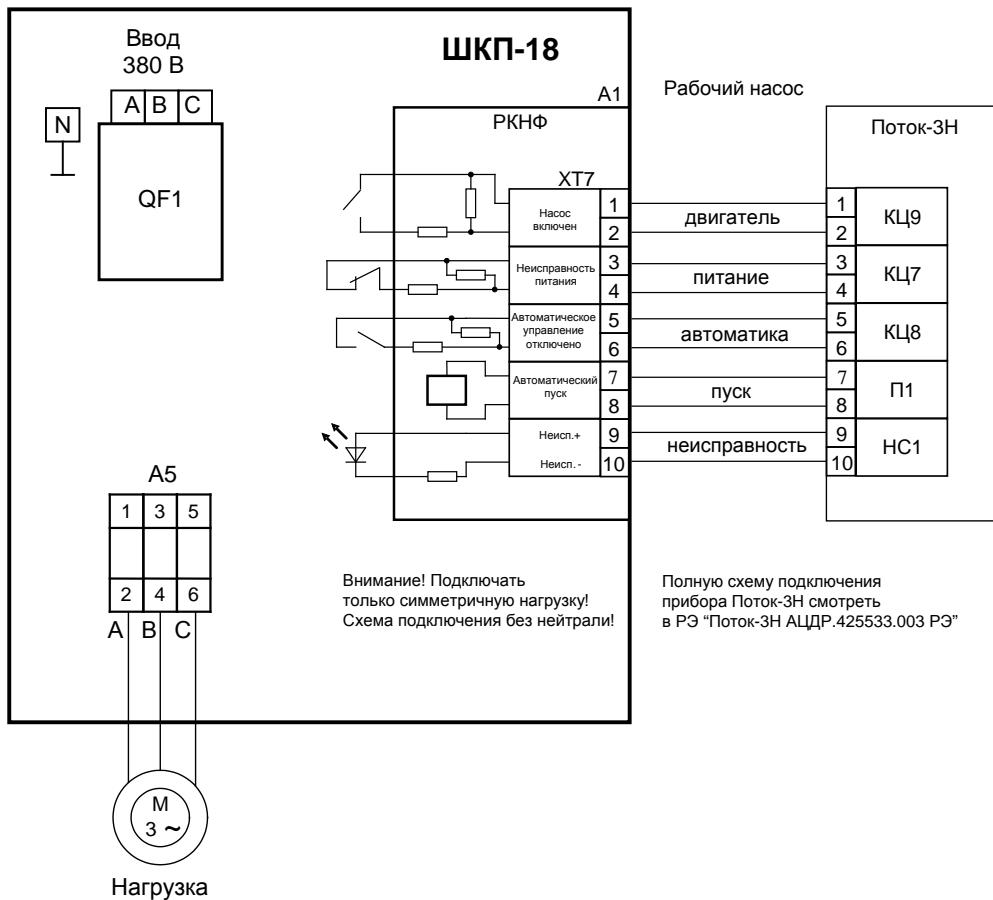

Рисунок 3. Вариант подключения шкафа при эксплуатации с прибором Поток-ЗН
- 3) подключить к шкафу провода питающего сетевого напряжения, цепей нагрузки и контроля состояния согласно схеме электрической рис. 3;
- Максимально допустимое отклонение напряжения выставляется потенциометром 2 (см. рис. 3). ΔU_{hom} определяет одновременно верхний и нижний пороги срабатывания. Таким образом, входное напряжение будет считаться допустимым в диапазоне от $(220 - \Delta U_{hom})$ В до $(220 + \Delta U_{hom})$ В. ΔU_{hom} может принимать значения от 0 В (крайнее левое положение потенциометра) до 80 В (крайнее правое положение потенциометра).
- Время интегрирования неисправности (время задержки срабатывания) выставляется регулятором 3 (см. рис. 3). t_c определяет время накопления неисправности (восстановления) и может принимать значения от 0 с (крайнее левое положение потенциометра) до 16 с (крайнее правое положение потенциометра).